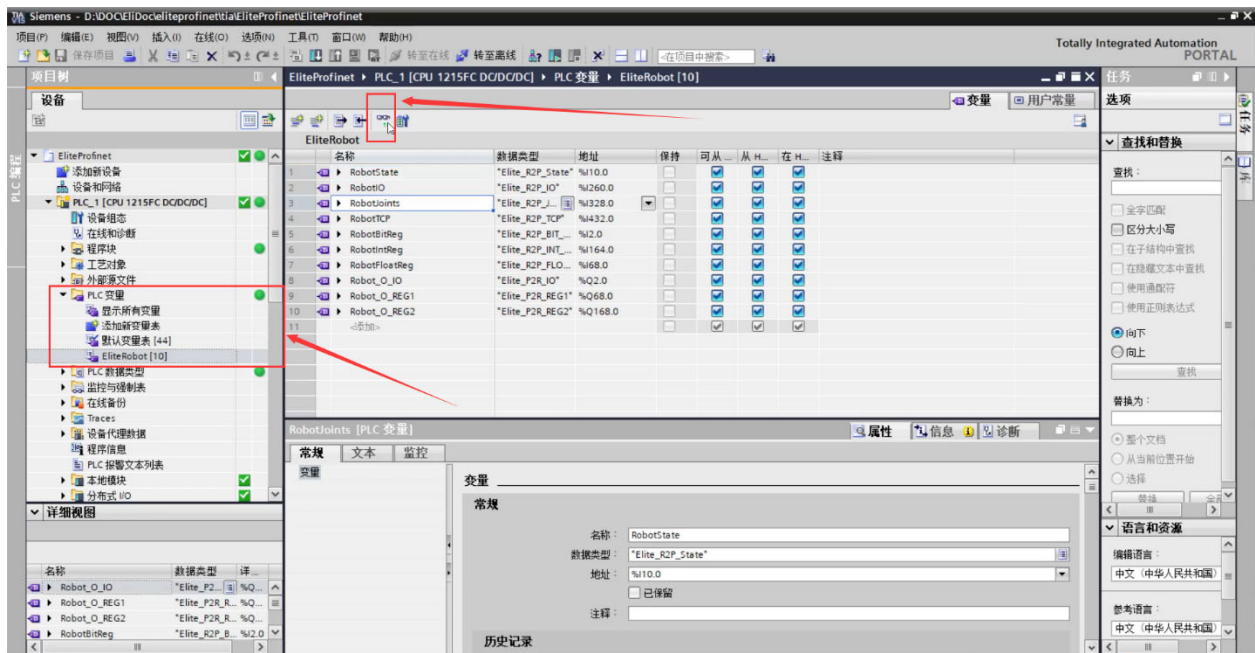

图 15-11 监视变量
8. 在变量表中选择全部监视，便能监视所设置的变量，如图 15-11 所示。